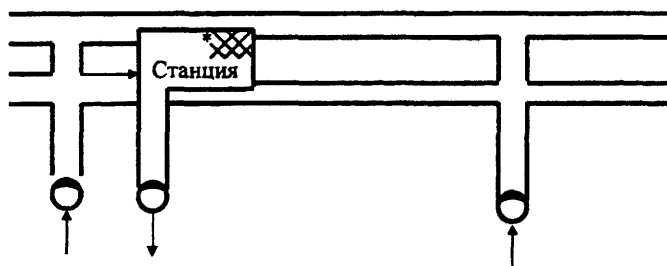

Рис. 9
- вентиляционные шахты близлежащих станций включаются на приток (рис.9);
- необходимо вывести людей из подплатформенных помещений. При этом системы местной вентиляции отключаются. Станционные и перегонные шахты работают по п.3.7. (рис.9).